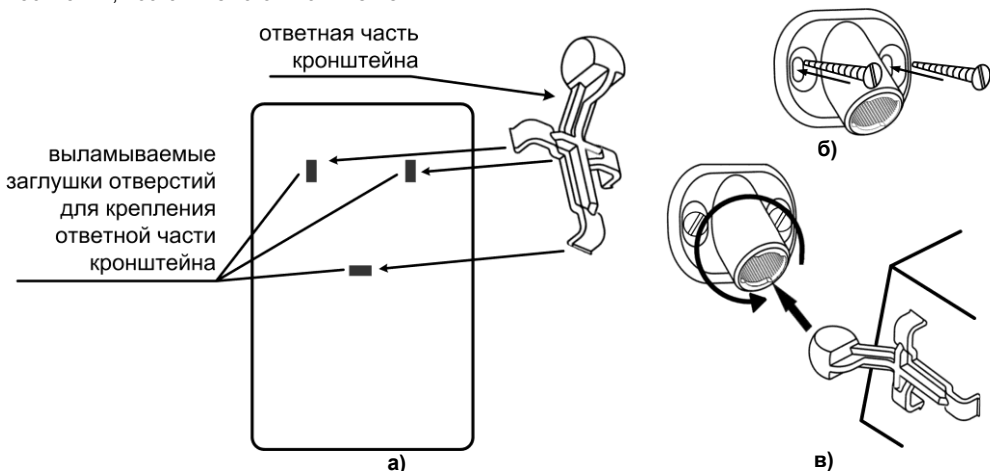

Рис.11 Установка кронштейна и сигнализатора
3. Проведите разметку отверстий для монтажа с учетом положения отверстий в основании кронштейна. Закрепите основание кронштейна на выбранном месте стены (рис.11б).
4. Установите на основание сигнализатора ответную часть кронштейна, предварительно удалив заглушки (рис.11а).
7. Соедините части кронштейна и поверните сигнализатор в нужное положение (см. рис.11в).